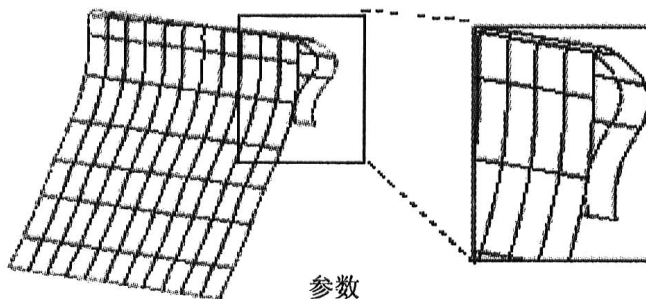

图 1.28 Parameter 对齐方式
- **Parameter(参数)**: 如图 1.28 所示，空间中的点将会沿着所指定的曲线以相等参数的间距穿过曲线产生薄体，所选曲线的长度将完全被等分。